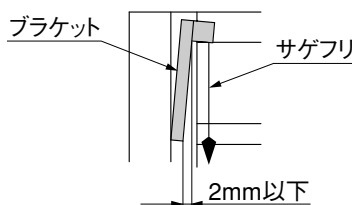

図2-2
- ❹ ブラケットの垂直が出ているかサゲフリを使用して2mm以下にしてください。(図2-2参照)